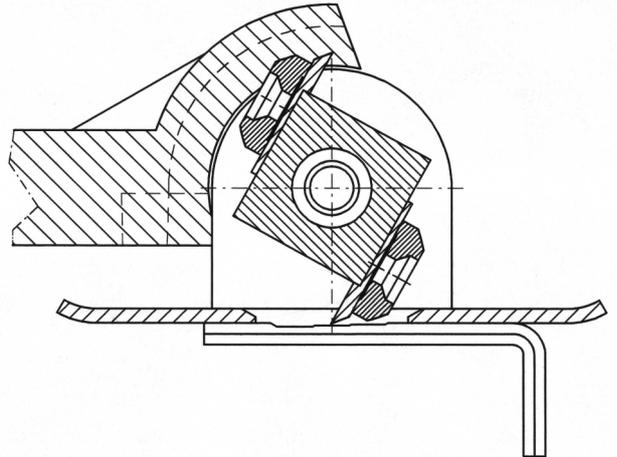

Abbildung 14
- Schlüssel (12), wie in der Abbildung 14 dargestellt, unten auf das Gerät legen.
- Schlüssel in dieser Stellung halten und nun die Schälwalze zurückdrehen bis die Messer vor dem Schlüssel stehen (s. Abbildung 14).
- Messer (09) und Schlüssel (19) an der Stelle mit der gewünschten Schnitttiefe von 0,4 bis 1,0mm (s. Abbildung 14 u. 15) zum Berühren bringen. Dabei muss die Walze (03) so stehen, dass das Messer (09) maximal durch das Führungsblech (19) herausragt. Die Messer (09) sind so einzustellen, dass sie max. 1mm unter dem Führungsblech (19) herausragen.
- Messer (09) in dieser Stellung festhalten. Alle 4 Messer werden auf gleiche Weise eingestellt.